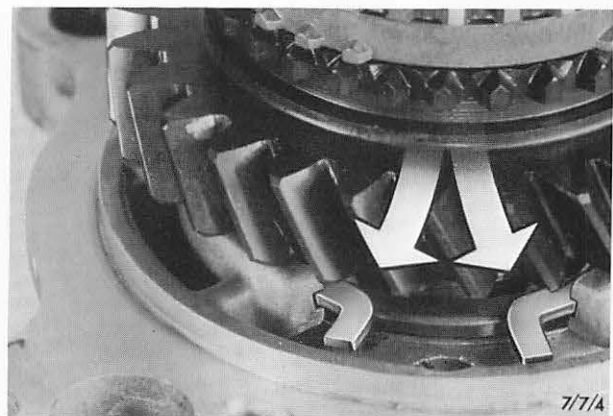

Abb. 41 Sicherungsring-Hauptwellenlager ausbauen
19. Sicherungsring-Hauptwellenlager aus der Nut in der Getriebeverlängerung ausbauen. Abb. 41. Hauptwelle aus der Verlängerung mit einem Kupferhammer heraus schlagen.